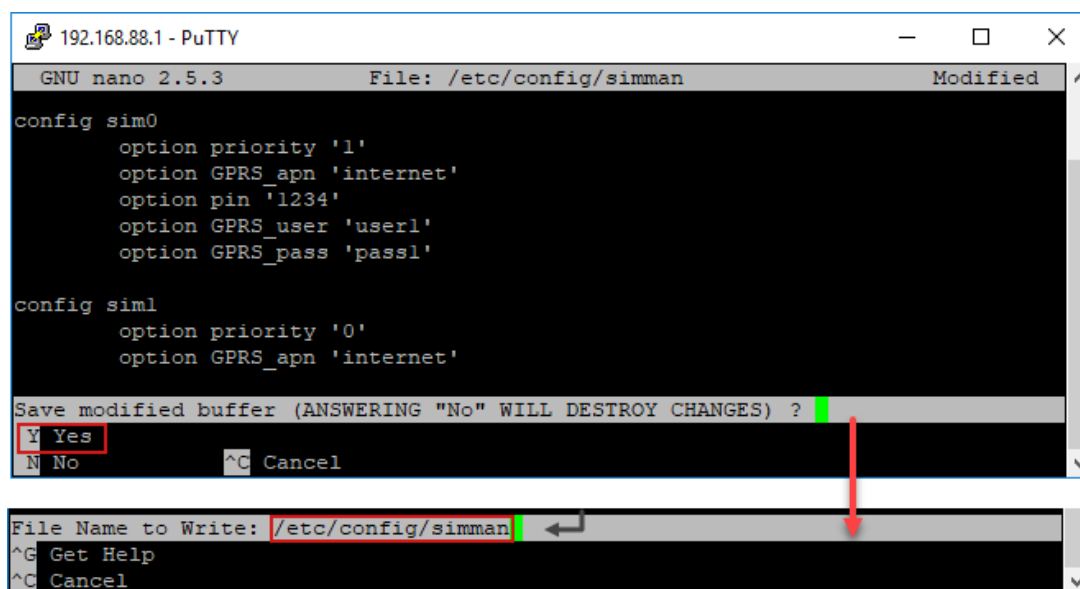

Рис. 38. Изменение APN через консоль.
2. Сохраните файл с настройками (**Ctrl+X**) и подтверждаем сохранение под тем же именем **simman** (Рис. 38).